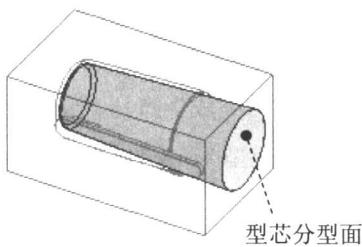

图 1.7 创建型芯分型曲面
下面的操作是创建零件 pen_cap.prt 模具的型芯分型曲面 (如图 1.7 所示), 以分离模具元件——型芯, 其操作过程如下:
Step3. 通过“旋转”的方法创建如图 1.7 所示的曲面。
(1) 选择下拉菜单 **插入** → **•• 旋转(R)...** 命令。
(2) 在绘图区域右击, 从弹出的菜单中选择 **定义内部草绘...** 命令; 然后选择 MOLD_RIGHT 基准面作为草绘平面, 草绘平面的参照平面为 MAIN_PARTING_PLN 基准面, 方位为 **左**, 单击 **草绘** 按钮, 至此系统进入截面草绘环境。
(3) 绘制截面草图。